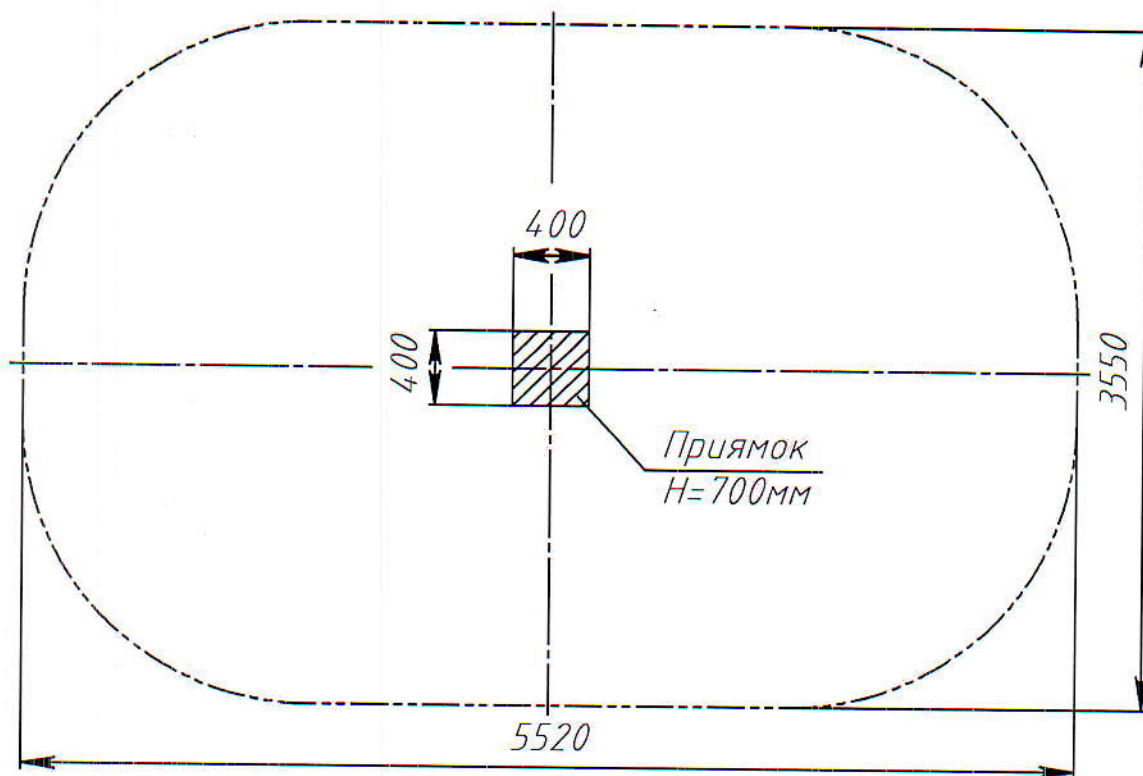

Рис.3 План фундаментного прямка тренажера "Жим ногами" PTP 505T
3.6. Монтаж тренажера заключается в бетонировании фундаментного блока и закреплении на нем стойки тренажера. Фундаментный приямок выполнить в соответствии с планом фундамента (рис. 3).